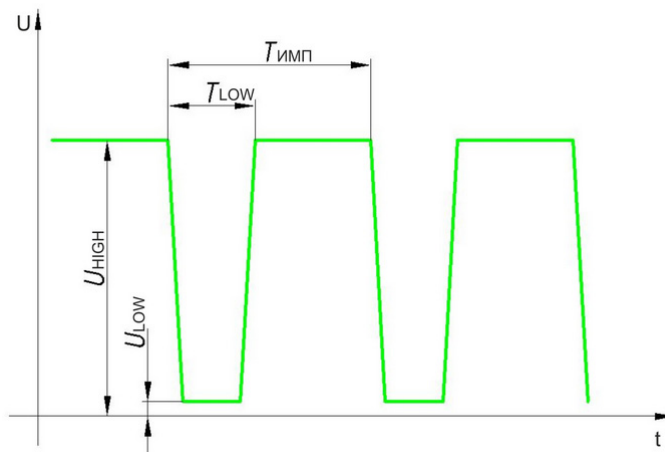

Рис. 2. Вид выходного сигнала EUROSENS X P(PH) Z V(Характеристики приведены в таблицах 10,11),
Вид и характеристики выходных сигналов EUROSENS X P(PH) Z V приведены на рис. 2,3 и таблицах 10,11(см. ниже). Характеристики цифровых выходных сигналов EUROSENS X RS Z V соответствуют заданным в изделии цифровым протоколам.